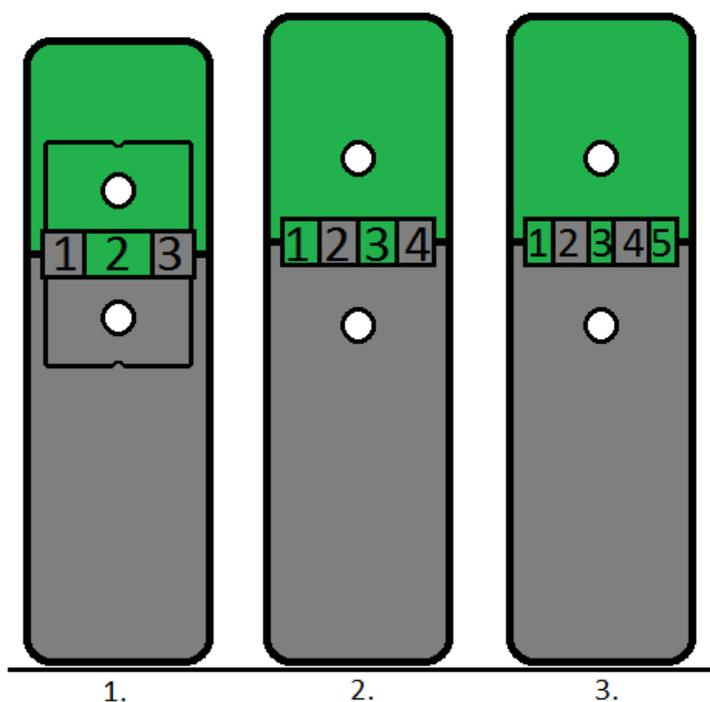
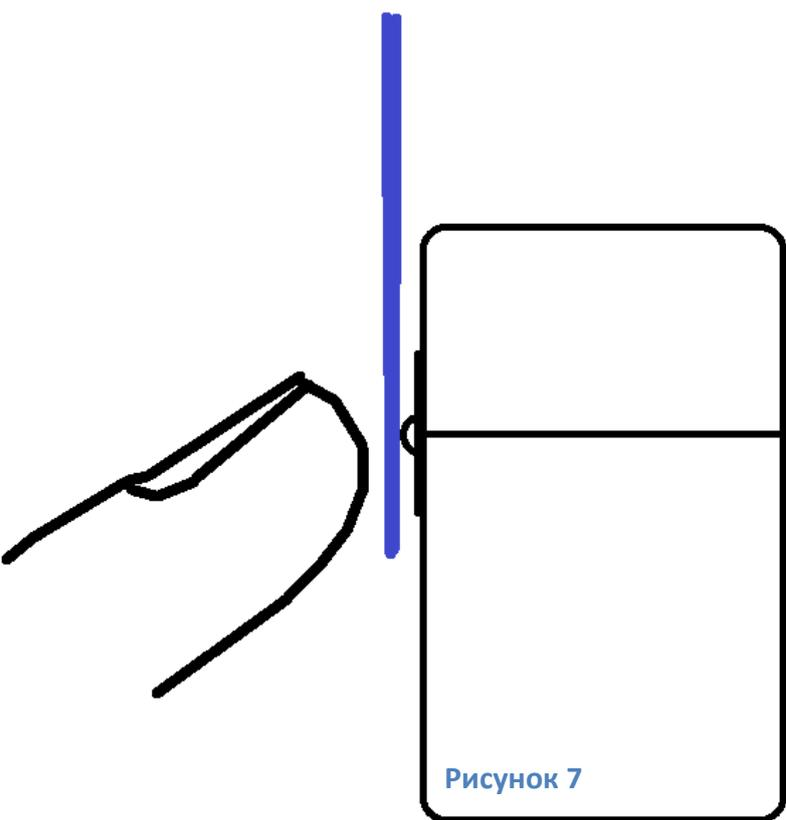

Рисунок 1
Рисунок 7
На Рис.1 показаны виды петель Zippo.
**Правим петли идущие от корпуса (на Рис.1 показано какие).**
**Правим петли идущие от крышки (показаны на Рис.1).**
Опять же, по Рис.1 следует определить, какие же звенья нуждаются в поправке и в какой степени. Далее подбираем любой удобный инструмент (должен давить только на одно звено не задевая соседние). Раз уж петли внешние, то и править их нужно с внешней стороны. Располагаем инструмент как показано на Рис.7. и давим на него большим пальцем.